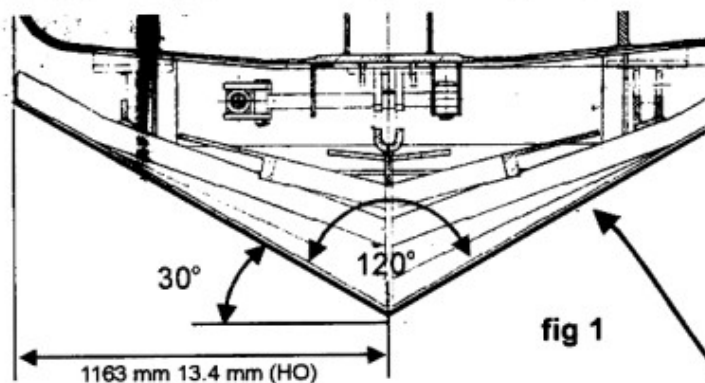

fig 1
1. Vik först plogen i mitten till ca 120° vinkel, se fig 1